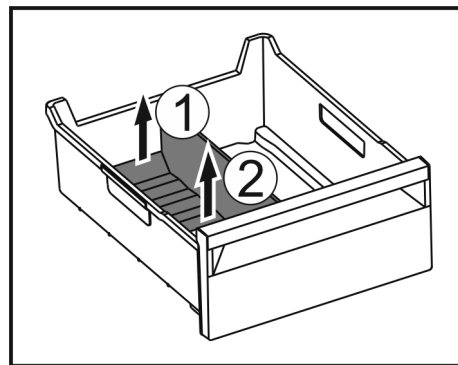

Fig. 175
- ▶ Приподнимите заднюю часть разделителя отделения для льда. Fig. 175 (1)
- ▶ Извлеките разделитель отделения для льда движением вверх. Fig. 175 (2)